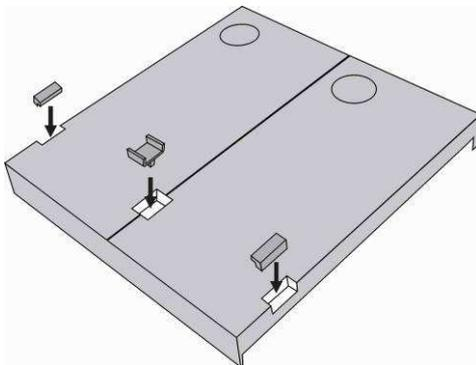

Abbildung 2.4 Montage mehrerer Module
4. Bei der Montage von mehreren Modulen verbinden Sie die Module wie in Abbildung 2.4 gezeigt, das Basismodul links und die Erweiterungsmodule rechts. Das Verbindungskabel wird später angeschlossen!
5. Leermodule an den unbenutzten Seitenöffnungen installieren wie in Abbildung 2.4 gezeigt.